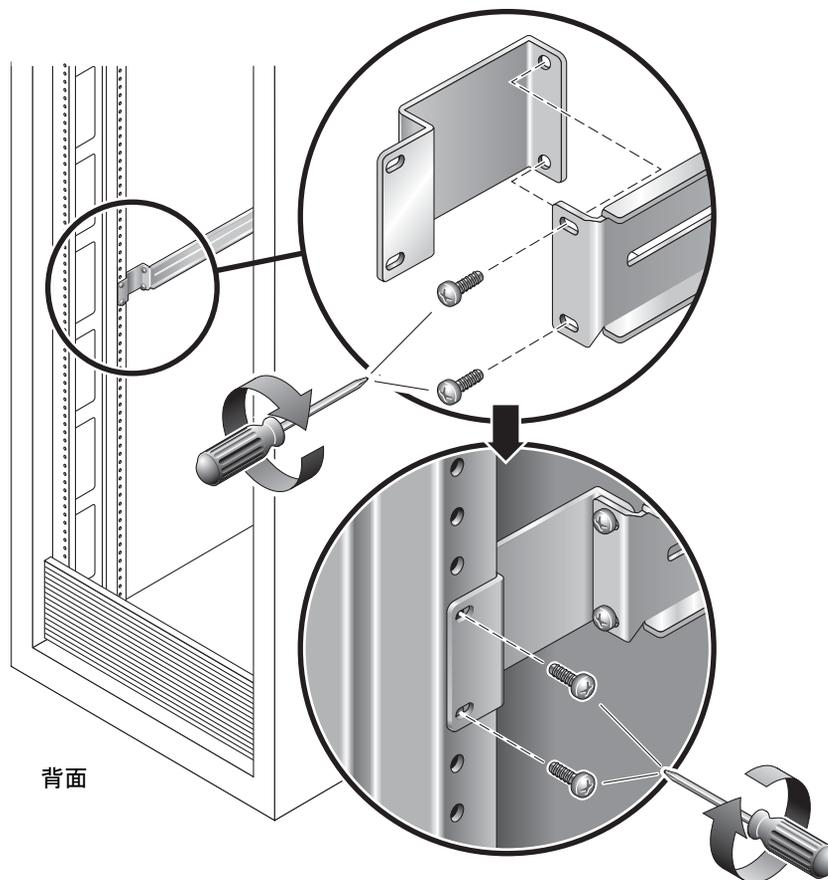

図 2-5 拡張部品の使用
- ラックの奥行が 737 mm (29.0 インチ) よりも長い場合は、M6 ねじを使用して各スライドレールの背面側に拡張部品を取り付けます。図 2-5 の上部の拡大図を参照してください。
- スライドレールの長さが十分な場合は、拡張部品が不要になることもあります。図 2-5 の下部の拡大図に示すように、スライドレールの端をラックの側面に取り付ける必要があるときは、拡張部品を使用できます。